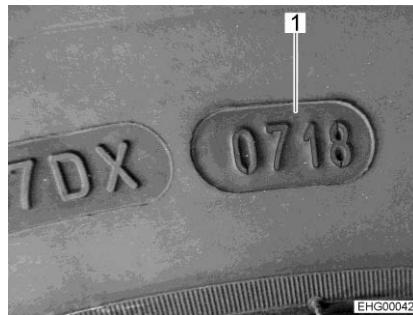

Fig. 228 Numero DOT
- ▶ Gli pneumatici non devono avere più di 6 anni perché la mescola di gomma col tempo invecchia e si sbriciola. Il codice DOT (Fig. 228,1) di quattro cifre sul fianco del pneumatico indica la data di produzione. Le prime due cifre indicano la settimana, le ultime due cifre l'anno di produzione.